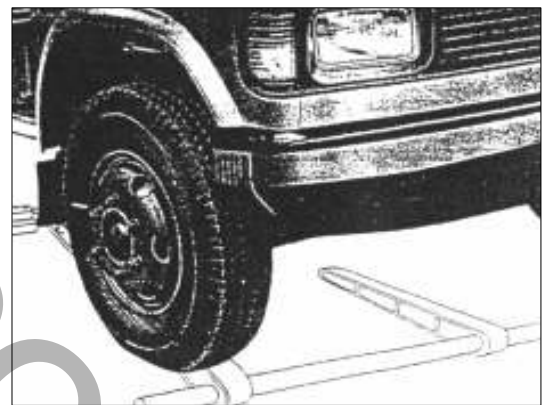

РИС. 300
- 5) Установите прибор для измерения схождения передних колес за передними колесами (см. рис.300) так, чтобы выступы на основном рычагах прибора касались меловых отметок, измерьте повторно ширину между передними колёсами прибором.